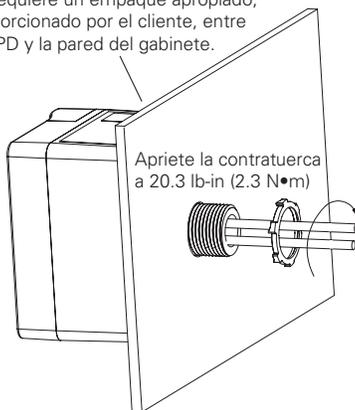

Figura 1.
6. Retire la contratuerca del SPD e inserte los cables a través de la pared del tablero, teniendo cuidado de no dañar el aislamiento del conductor. (Para instalaciones NEMA 4X, use juntas o algún medio de sellado apropiado para conservar la clasificación NEMA 4X en la instalación; consulte la Figura 1.) Vuelva a instalar la contratuerca y apriétela al par de torsión especificado.